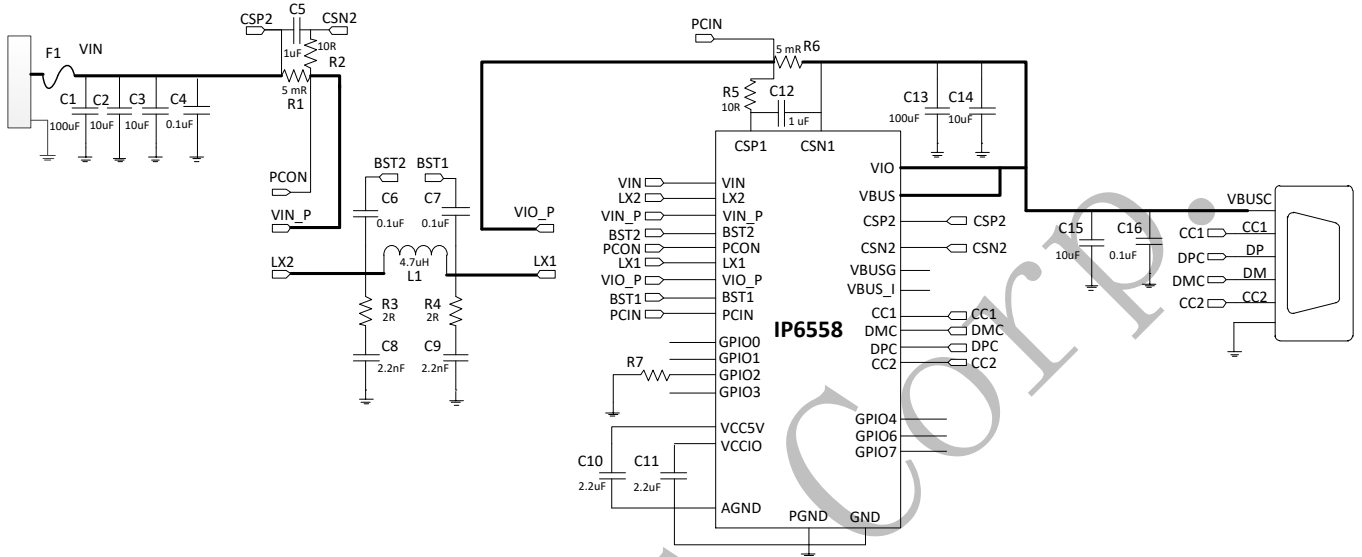
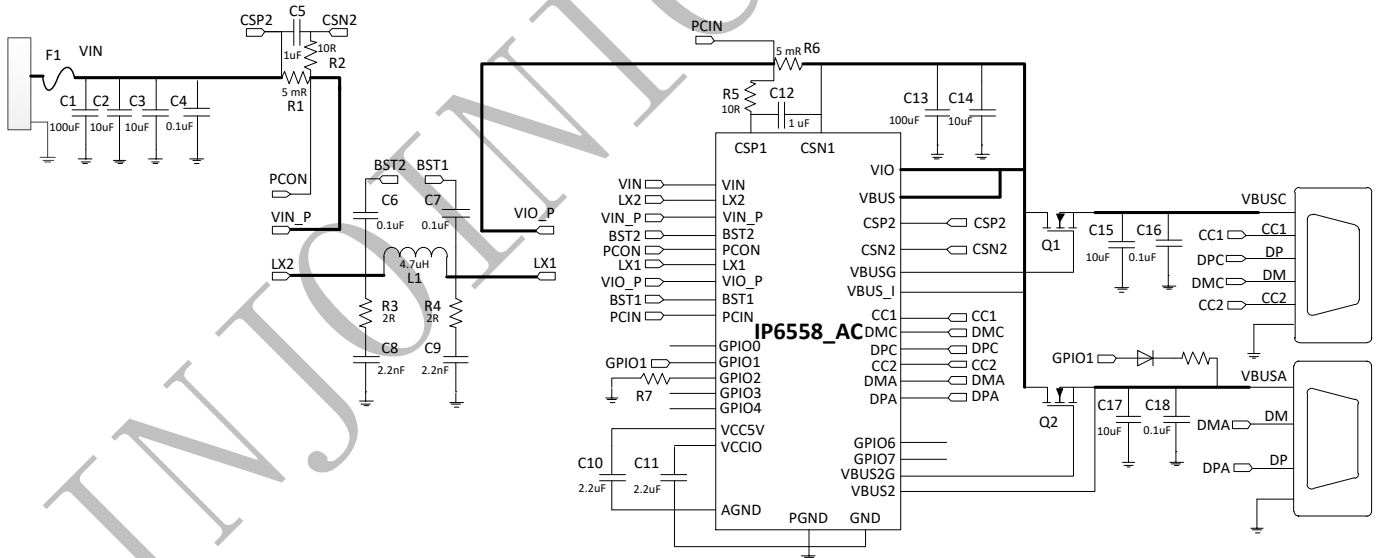

图 1 IP6558 单 C 口典型应用原理图
图 2 IP6558 AC 双口典型应用原理图
PDO 可以根据图 1 中 GPIO2 的 R7 电阻去设置, 也可以根据客户需求做定制。
单 C 口模式输出的 PDO 可以根据图 2 中 GPIO2 的 R7 电阻去设置, 也可以根据客户需求做定制。
- 1、调节图 1 和图 2 中的接地电阻 R7 可以改变 IP6558 的 C 口 PDO，R7 不同阻值对应的功率包如下功率阻值对应表所示。